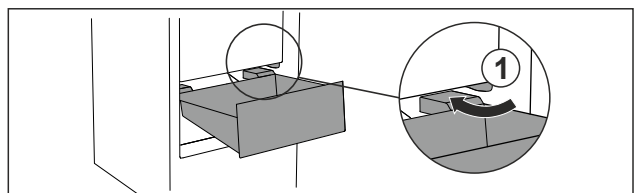

Fig. 26
- ▶ Guider le tiroir en biais en contournant les butées Fig. 26 (1).